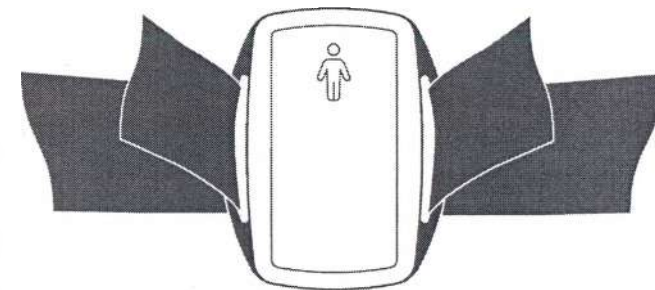

Рис. 2. Закрепление датчика с помощью ремня
- с помощью одного из ремней, входящих в комплект поставки (рис. 2);